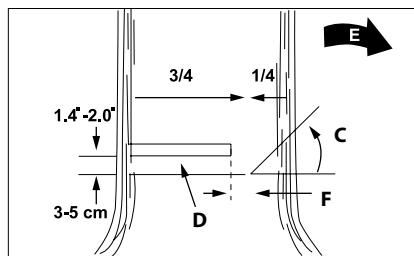

Fig. 15
**¡Atención!** No camine frente a un árbol que ya ha sido cortado. El corte final (D) se realiza desde la parte posterior del árbol 3-5 cm por encima de la base horizontal de la aserradura (C) (fig. 15).